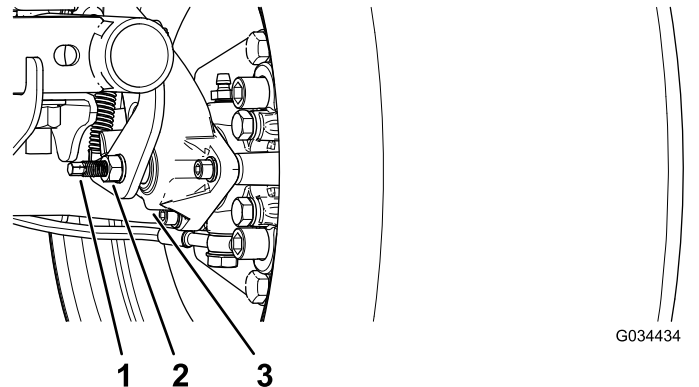

Figure 65
3. Utilisez 2 clés, une pour maintenir le tenon de réglage en place sur l'étrier et l'autre pour desserrer l'écrou de blocage de 1/4 de tour (Figure 65).
4. Tout en maintenant le tenon de réglage et l'écrou de blocage en place, tournez le tenon pour le serrer (Figure 65).
5. Tout en maintenant le tenon de réglage et l'écrou de blocage en place, tournez le tenon en arrière de 1/4 de tour (Figure 65).
6. Tout en maintenant le tenon de réglage et l'écrou de blocage en place, serrez l'écrou de blocage (Figure 65).